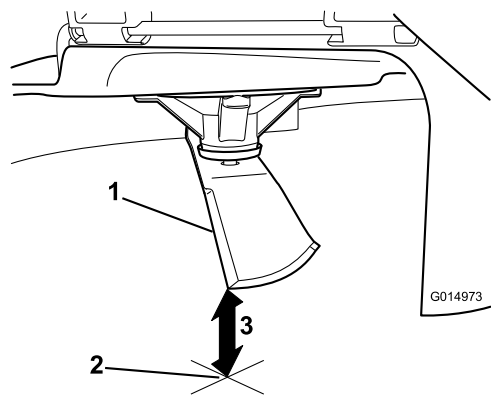

Bild 80
5. Messen Sie von der Messerspitze bis zu ebenen Fläche (**Bild 80**).